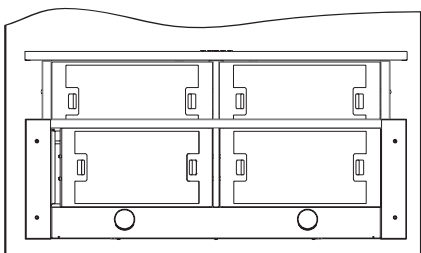

Abb.9: Metallfettfilter entnehmen, bzw. einsetzen
- Zum Wiedereinsetzen den trockenen Metallfettfilter unten mit den Laschen einsetzen, Griffleiste drücken, Filter nach hinten in den Rahmen einsetzen und Griffleiste loslassen, damit der Filter in den Rahmen einrastet (⇒ Abb. 9).
Um die Aktivkohlefilter einzusetzen, muss zuerst der Metallfettfilter entfernt werden (⇒ Abb. 9 + 10).